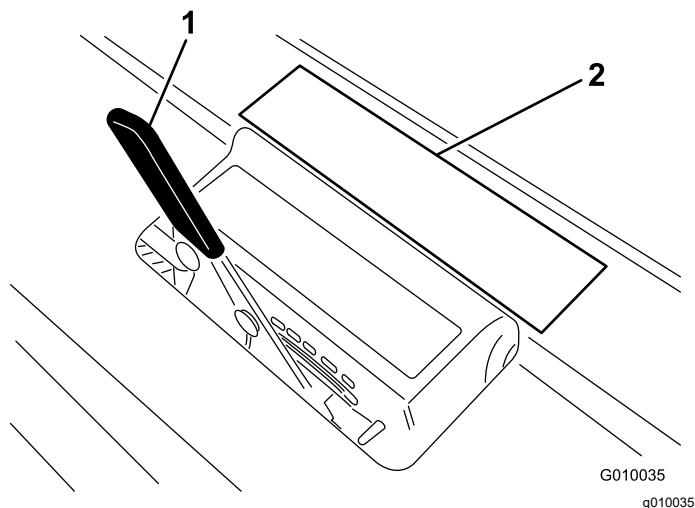

**Figura 16**
3. Coloque o dente no autocolante de profundidade do dente (Figura 16) com uma extremidade alinhada com a profundidade de arejamento pretendida (consulte o desenho do dente no autocolante).